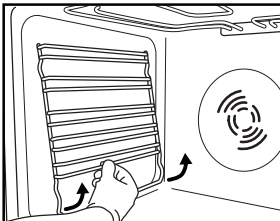

Fig. 3
1. Extraiga las rejillas laterales de soporte de accesorios (Fig. 3).